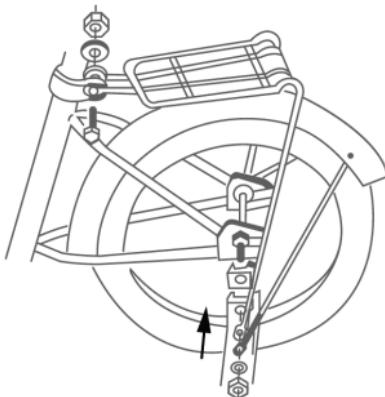

Abbildung 11
1. Stützräder installieren. (Abbildung 11)